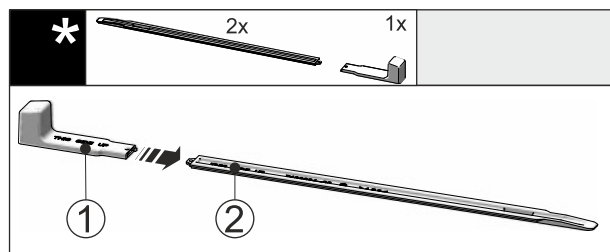

Fig. 45
- ▶ 将安装手柄 Fig. 45 (1) 插到水平导轨 Fig. 45 (2) 上。